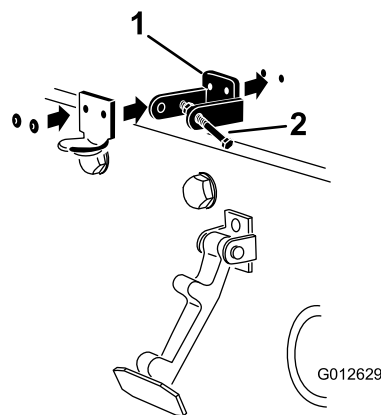

図 7
3. CE 用ロックブラケットとフードラッチブラケットの取り付け穴をそろえて、フードの上に位置決めする。ロックブラケットをフードに当てて取り付ける 図 7。ロックブラケットアームからボルトナットアセンブリを外してしまわないこと。
5. ブラケットとワッシャをフードにリベットで固定する 図 7。